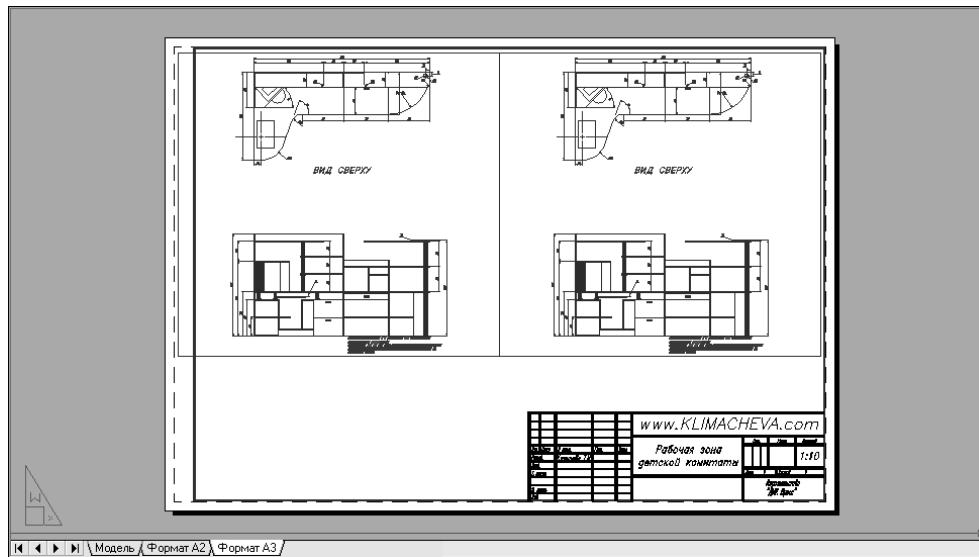

Рис. 13.25 ▼ Рамка и основная надпись листа компоновки **Формат А3**
4. Перейдите на лист **Формат А2** и удостоверьтесь в том, что включен режим **ЛИСТ** (PAPER). Если это не так, переключитесь в режим **ЛИСТ** (PAPER), щелкнув на кнопке-индикаторе **МОДЕЛЬ** (MODEL) панели инструментов или введя в командном окне **M** (PS).
10. На этом создание основной надписи завершено (рис. 13.25).